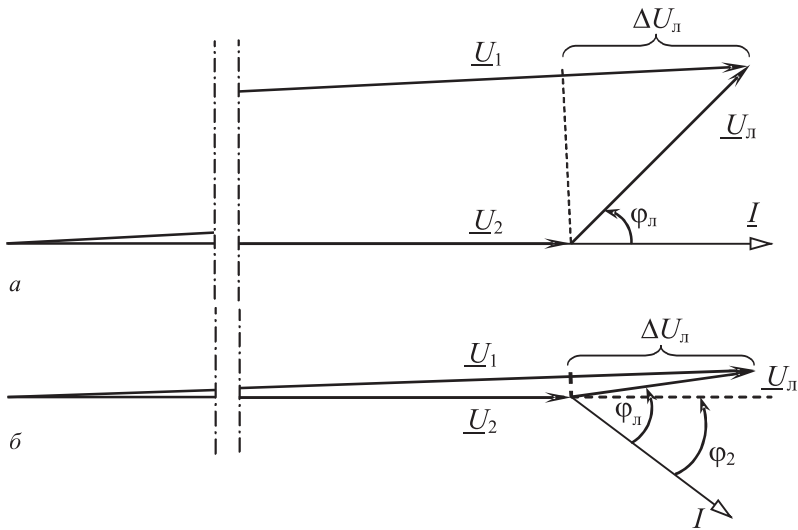

Рис. 2.37
Для дальнейшего решения задачи строим векторные диаграммы при $\cos \varphi_2 = 1$ (рис. 2.37, а) и $\cos \varphi_2 = 0,8$ (рис. 2.37, б).
2. На векторной диаграмме, приведенной на рис. 2.37, *а*, ток \underline{I} совпадает по фазе с напряжением \underline{U}_2 (так как $\cos\varphi_2 = 1$), а на диаграмме, изображенной на рис. 2.37, *б*, он отстает по фазе от напряжения \underline{U}_2 на угол $\varphi_2 = 37^\circ$ ($\cos\varphi_2 = 0,8$).
По диаграмме (рис. 2.37, *а*), используя теорему косинусов
Аналогичный расчет выполняем при $\cos\varphi_2 = 0,8$ (рис. 2.37, *б*):